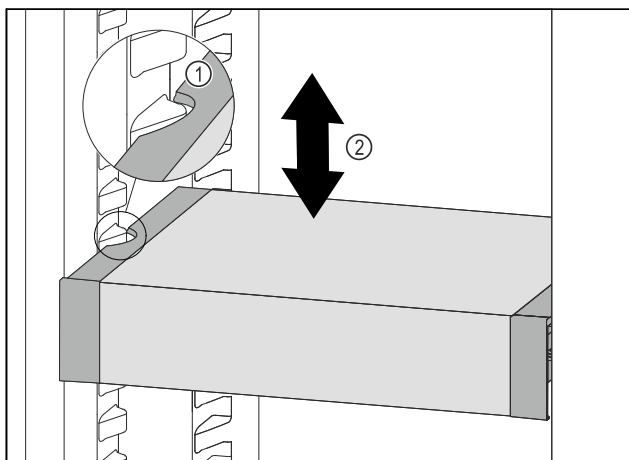

Fig. 171
- Tirer le VarioSafe vers l'avant jusqu'à ce que les encoches latérales du VarioSafe soient à la hauteur de la nervure du bac dans la partie réfrigérateur. Fig. 171 (1)
- Déplacer le VarioSafe vers le haut ou vers le bas dans la partie réfrigérateur jusqu'à ce que la hauteur souhaitée soit atteinte. Fig. 171 (2)